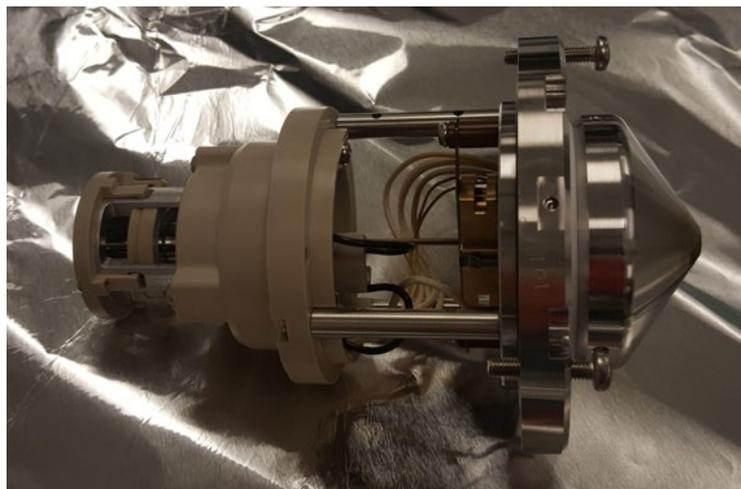

Abbildung 110: Ansicht der entnommenen Optik
- 7) Legen Sie sie auf einem Stück Aluminiumfolie oder auf einer anderen sterilen Fläche ab. Siehe Abbildung 110.